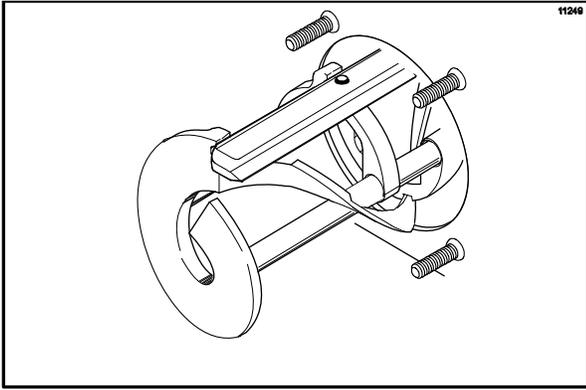

图 132
5. 将后刮刀保持在刮刀架上，将其推入冷冻缸内一半的位置。将前刮刀安装在前固定插针上。（见图 132。）